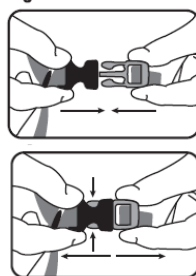

Fig. 5
5. Adjust the vertical position of the chinstrap by sliding the connecting buckle along the strap (Fig. 5).
5. Stellen Sie die senkrechte Lage des Kinnriemens ein, indem Sie die Verbindungsschnalle der Riemen verschieben (Abb. 5).
5. Ajuste la posición vertical de la yugular deslizando la hebilla de unión de las correas (fig. 5).
5. Regolare la posizione verticale del sottogola facendo scorrere la fettuccia all'interno della fibbia con cui sono unite le cinghie (Fig. 5).